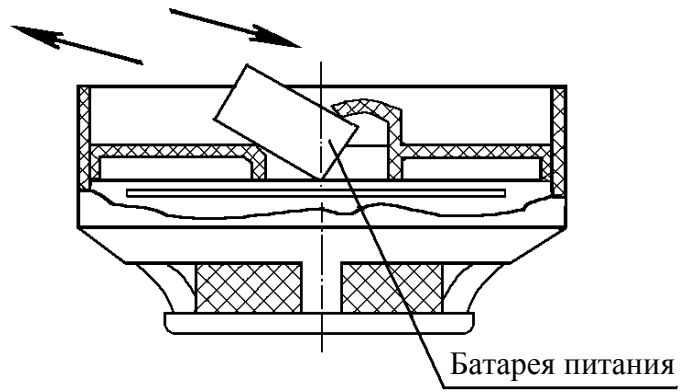

Рис. 1
6.4 Соблюдая полярность, подключить батарею питания, и установить ее в корпус извещателя согласно рис. 1.